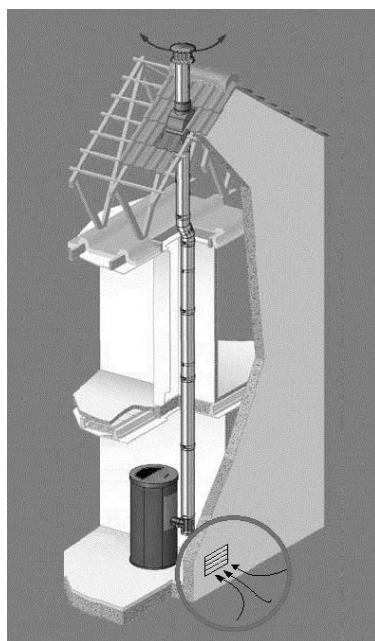

Fig. 11 - Installation possible pour toutes les poêles
- L'afflux d'air entre l'extérieur et la pièce peut se produire directement, à travers une ouverture dans les murs extérieurs de la pièce (solution conseillée voir **Fig. 11**)